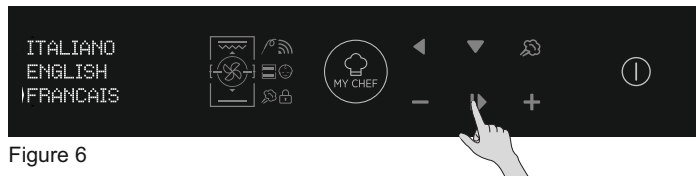

Figure 6
- Appuyez sur OK pour continuer. (Figure 6)